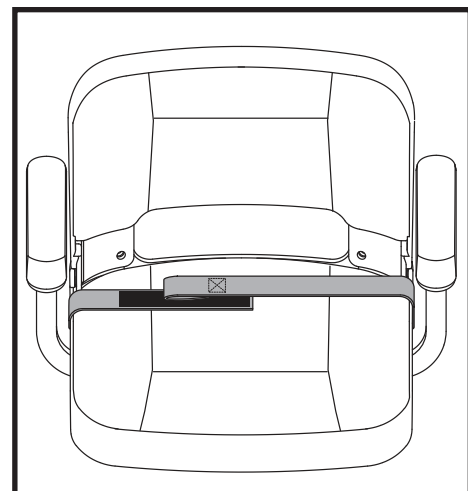

Abb. 30. Rückhaltégurte - Rückhaltégurt mit Klettverschluss
1. Führen Sie die beiden Enden des Gurts zusammen, so dass die eine Seite des Klettverschlusses, an der sich die Schlaufen befinden, direkt über der raueren Seite mit den Widerhaken liegt. Zum Sichern fest zusammendrücken. **Siehe Abb. 30.**
Sie können Ihr Elektromobil in sieben Baugruppen zerlegen: den Sitz, das Stauraum unter dem Sitz, das Heckteil, das Vorderteil, den Korb, das Batteriepack, und die Heckteilabdeckung. (Nur Modelle 83 und 84). **Siehe Abb. 30.** Für den Zusammenbau oder die Demontage sind keine Werkzeuge notwendig, aber denken Sie daran, dass die auseinander gebauten Baugruppen mehr Platz auf dem Fußboden benötigen, als im zusammengebauten Zustand. Demontieren oder montieren Sie Ihr Elektromobil nur auf einer ebenen, trockenen Unterlage mit genügend Raum für die Arbeit mit ungefähr 1,5 meters (5 feet) Freiraum, um das Elektromobil herum in alle Richtungen. Vergessen Sie nicht, dass einige Baugruppen schwer sind und Sie Hilfe benötigen könnten, wenn Sie sie anheben.